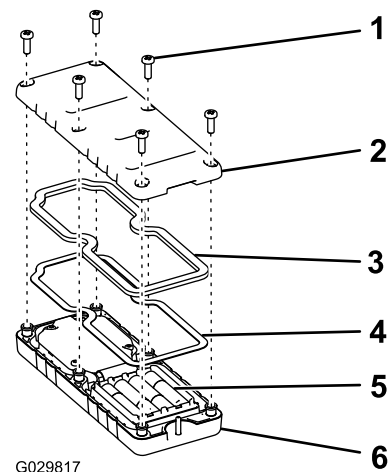

図 40
5. カバーを元通りに取り付け、先に取り外したねじ6本を使って固定し 図 40、各ねじを 1.5~1.7N・m 0.15-0.17 kg・m = 13~15 in-lb にトルク締めする。
1. リモートの裏側にあるねじ6本を外してカバーを取る(図 40)。